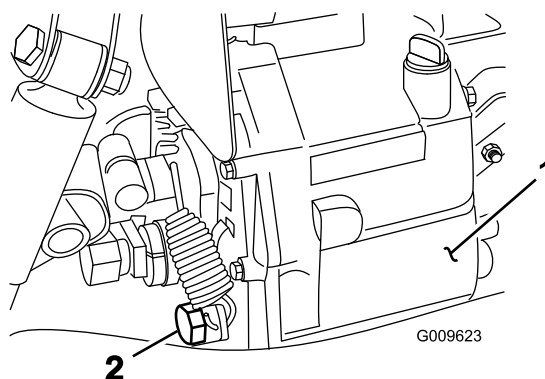

Figura 66
2. Togliete la valvola di spurgo situata sul fianco del serbatoio e lasciate defluire il fluido idraulico in una bacinella (Figura 66).